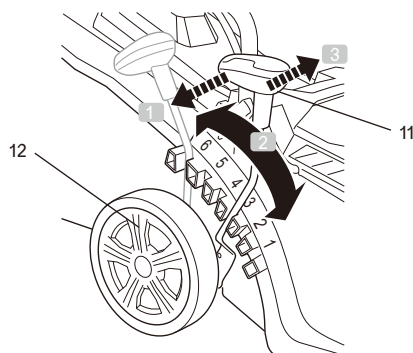

FIG. 11
1. Appuyer sur le levier (11) vers la roue arrière (12) (Fig. 11, étape 1).
2. Avancer ou reculer pour ajuster la hauteur de coupe (Fig. 11, étape 2).
3. Relâcher le levier (11) et s'assurer qu'il est bien engagé dans la fente (Fig. 11, étape 3).